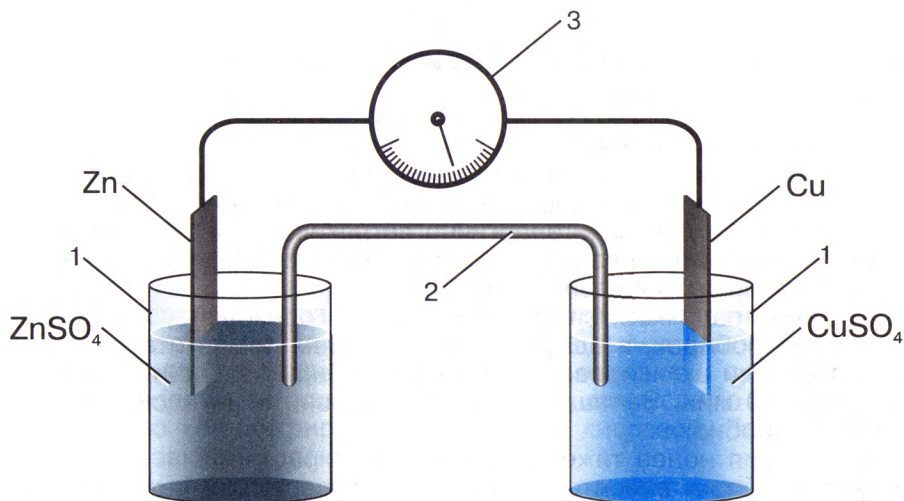

Рис. 61. Гальванический элемент Даниэля—Якоби
1. Гальванический элемент Даниэля—Якоби (рис. 61).